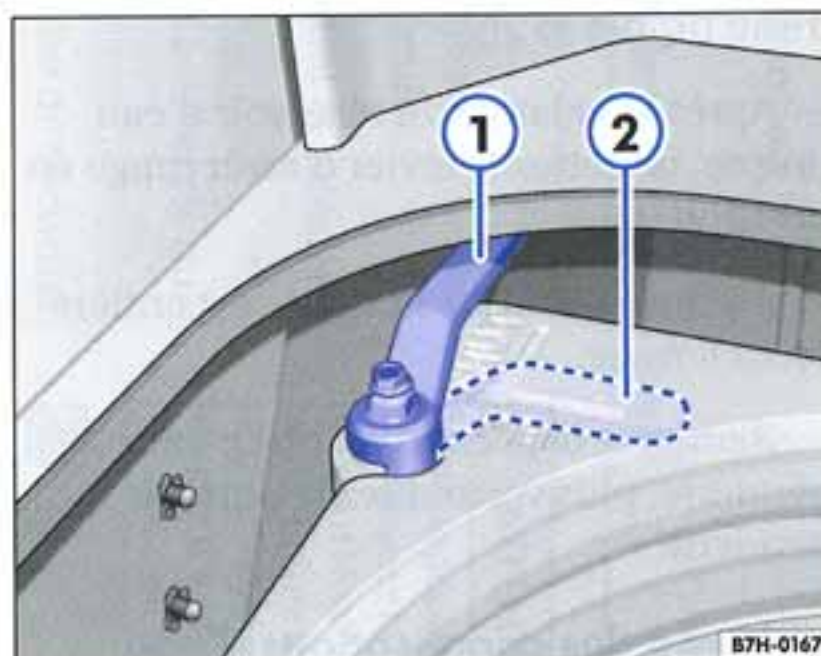

Fig. 42 Levier d'arrêt du réservoir d'eau propre : vanne fermée ① ou ouverte ②
- Avant de remplir le réservoir d'eau propre, assurez-vous que le levier d'arrêt du réservoir d'eau propre ⇒ fig. 42 ① est fermé.